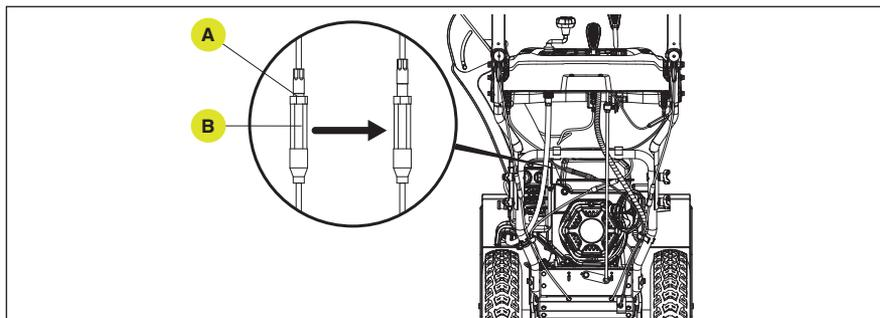

Figure 38
Serrez le câble et réduisez la longueur de l'étape 1 à environ ce qui est indiqué visuellement ci-dessous. Ne réduisez pas la durée de l'étape 1 à presque rien, il y aura un risque de désengagement. Glissez la gaine en caoutchouc vers l'arrière, desserrez l'écrou (A) dans le sens inverse des aiguilles d'une montre, puis desserrez le boulon central (B) dans le sens des aiguilles d'une montre. Fonction de test. Serrez l'écrou dans le sens horaire contre le boulon de la douille longue. Faites glisser la gaine en caoutchouc vers l'arrière pour recouvrir l'écrou. (Fig. 38)